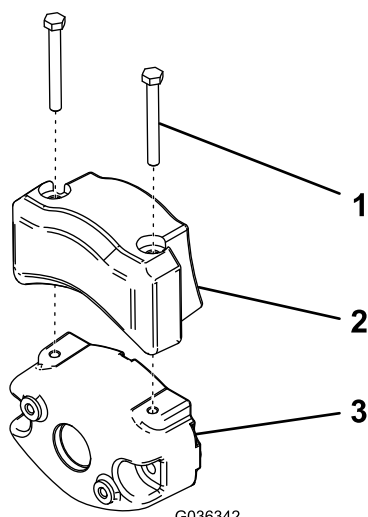

Figure 9
4. Fixez le contrepoids électriques au contrepoids existant à l'aide de 2 vis, comme montré à la Figure 9.